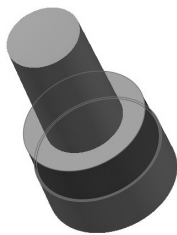
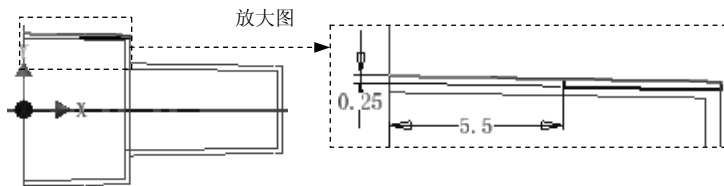

图 8.5 旋转 2
图 8.6 截面草图
(4) 单击“抽壳”对话框中的**确定**按钮,完成抽壳特征的创建。
Step 4 创建图 8.5 所示的旋转特征 2。
(1) 选择命令。在**创建** ▾ 区域中单击**旋转**按钮,系统弹出“创建旋转”对话框。
(2) 定义特征的截面草图。单击“创建旋转”对话框中的**创建二维草图**按钮,选取 YZ 平面为草图平面,进入草绘环境,绘制图 8.6 所示的截面草图。